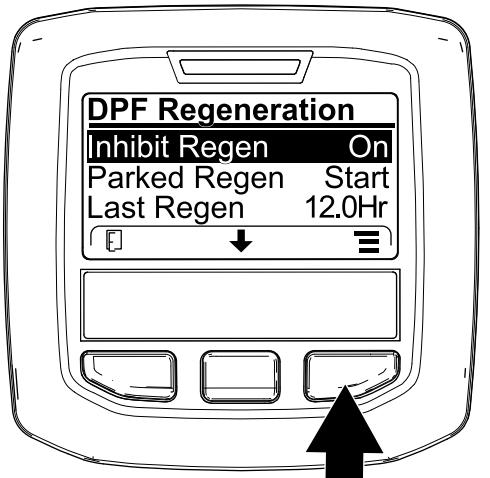

Bild 35
1. Navigieren Sie auf das Menü „DPF Regeneration“, drücken Sie die mittlere Taste und navigieren Sie auf die Option INHIBIT REGEN.; drücken Sie die rechte Taste, um den Eintrag „Inhibit Regen.“ auszuwählen (Bild 35).
2. Drücken Sie die rechte Taste, um die Einstellung für das Verhindern der Regenerierung von „On“ in „Off“ (Bild 35) oder von „Off“ in „On“ (Bild 36) zu ändern.